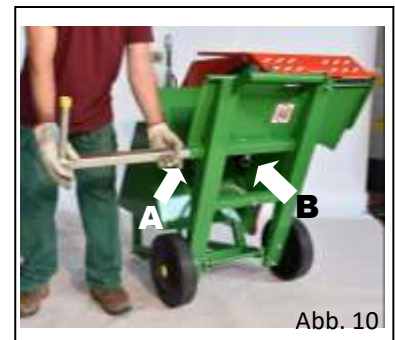

Abb. 10
Verlängerung aus der Transportposition nehmen (kurz) und in Arbeitsposition montieren (Abb. 10), mit Bolzen (A) sperren.